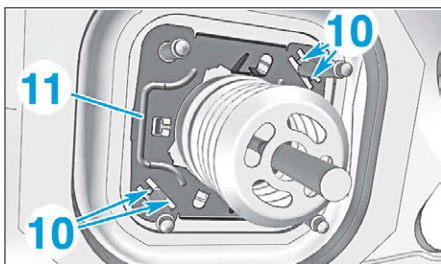

FIG. 14
• Ecarter les agrafes (10) de la tôle de maintien (11) (Fig.14).